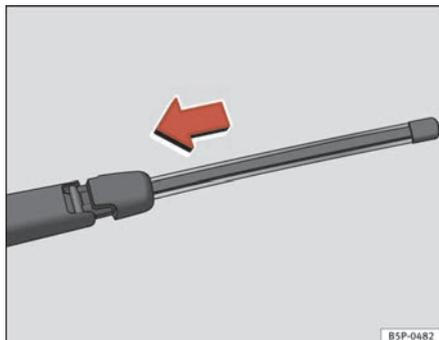

Fig. 165 Placer le balai d'essuie-glace arrière
- Placer le balai comme indiqué sur la ⇒ fig. 165 et faire glisser l'adaptateur jusqu'à ce qu'il s'encastre.